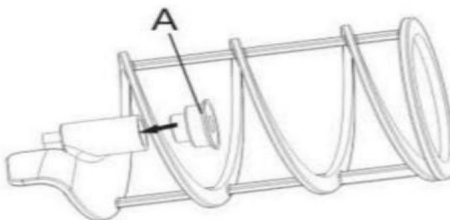

Abb.12
Dichtung (A) am Rührer, siehe Abb.12